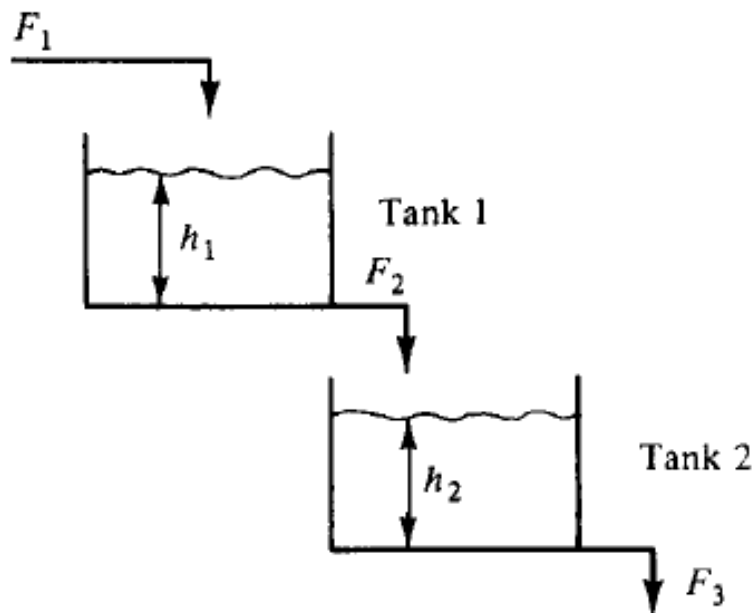

Figura 7: Tanques em série.
8. É desejado controlar o nível do líquido h_2 no tanque 2 da Figura 7. Existem três alternativas para variável manipulada, F_1 , F_2 e F_3 .